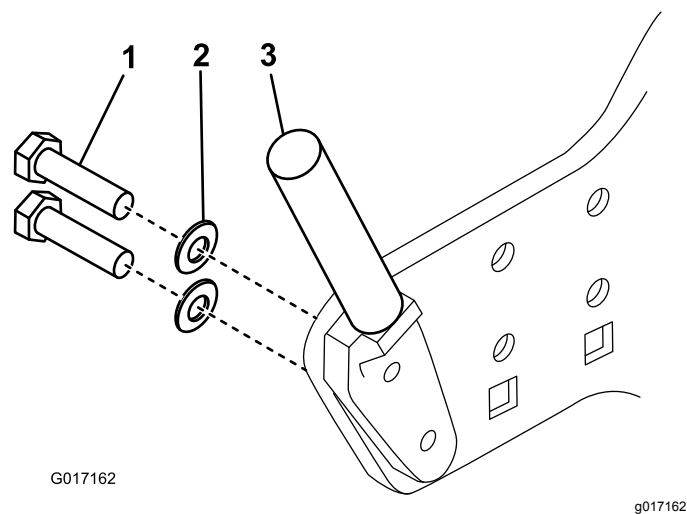

Figure 4
2. Retirez les 2 boulons et rondelles qui fixent la tige de montage du bac à herbe à la plaque gauche (Figure 4). Mettez les boulons au rebut mais conservez les rondelles.